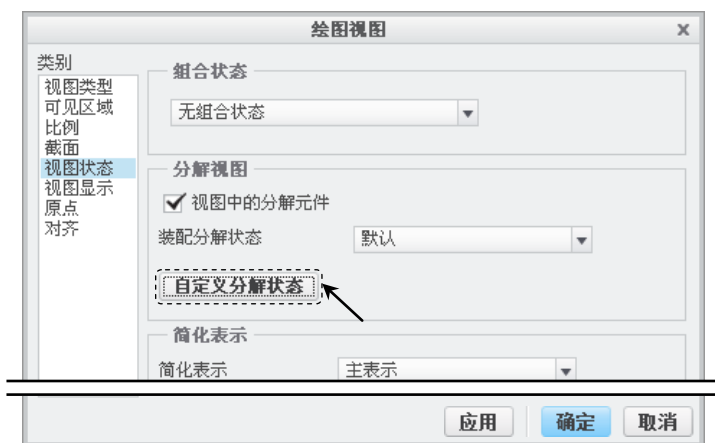
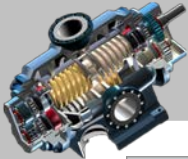

图 3.9.26 “绘图视图”对话框
图 3.9.29 “分解位置”对话框
Step3. 在“绘图视图”对话框中选取类别区域中的视图状态选项，在分解视图区域中选中 ☒ 视图中的分解元件 复选框，然后单击 自定义分解状态 按钮，如图 3.9.26 所示，此时系统弹出图 3.9.27 所示的“警告”对话框，单击 确定 按钮，系统弹出图 3.9.28 所示的 **MOD EXPLODE (修改分解)** 菜单和图 3.9.29 所示的“分解位置”对话框。